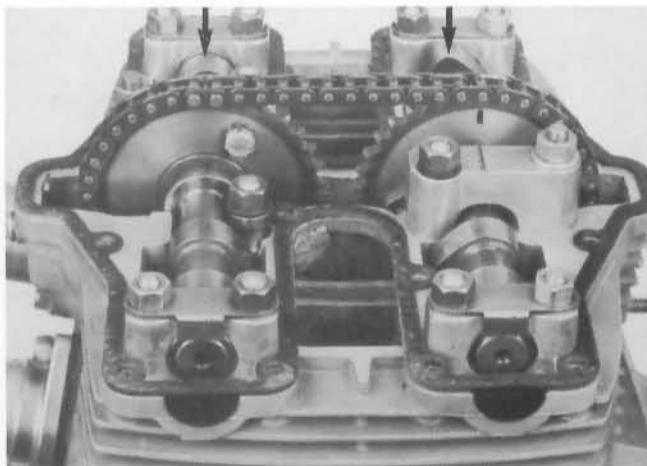

Fig. 32
- 2) Ruotare gli assi a camme fino a far coincidere i segni esistenti sugli ingranaggi con quelli dei cappelli (Fig. 32).
- 2) Turn the camshafts until the marks on the sprockets coincide with the marks on the cap (Fig. 32).